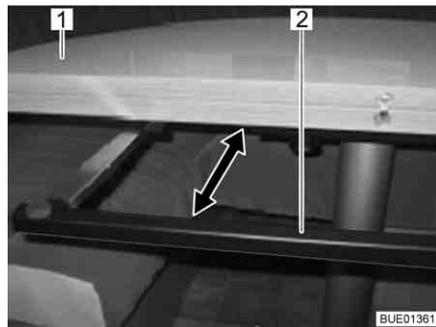

Bild 97 Unterstützungsbügel
- Unterstützungsbügel (Bild 97,2) unter der Tischplatte (Bild 97,1) bis zum Anschlag herausziehen.